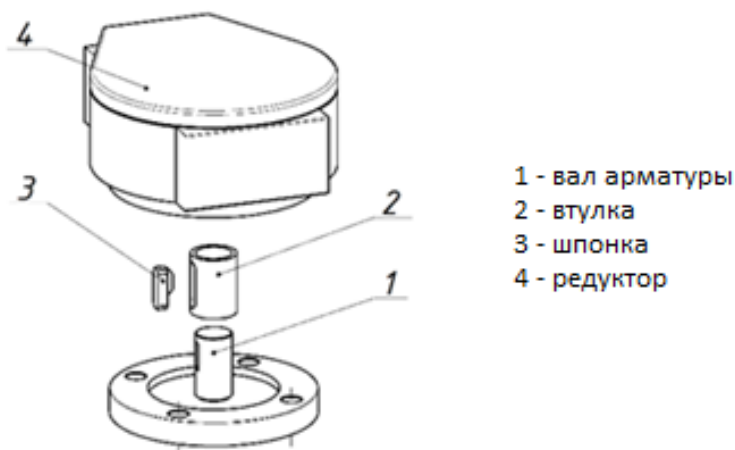

Рисунок 2. Монтаж изделия
2.2.3. При монтаже редуктора с переходной втулкой (рис. 2):